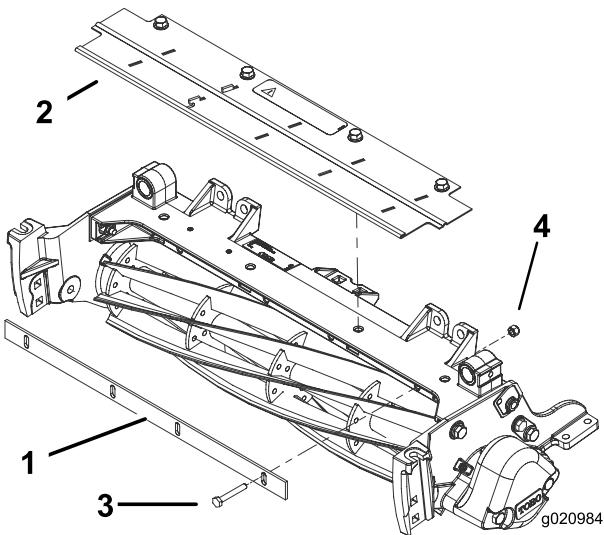

図 7
3. ボルトとロックナットを締めつける (図 7)。
1. カットオフ・バーをカッティングユニットのフレームに仮止めする; ボルト ($1/4 \times 1-3/4$ インチ) 4本とロックナット ($1/4$ インチ) 4個を使用する (図 7)。